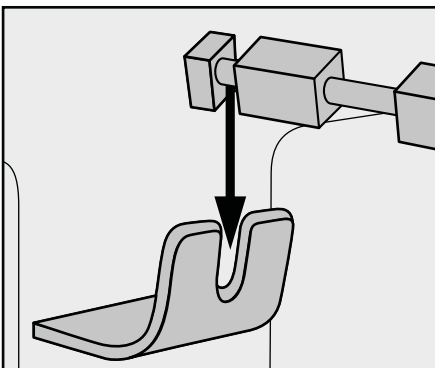

Fig. 2: Pousar o espeto rotativo **16** no alojamento do espeto rotativo **9**.
- Coloque a outra unidade do espeto rotativo **16** com a ranhura funda no alojamento do espeto rotativo **9** (fig. 2):